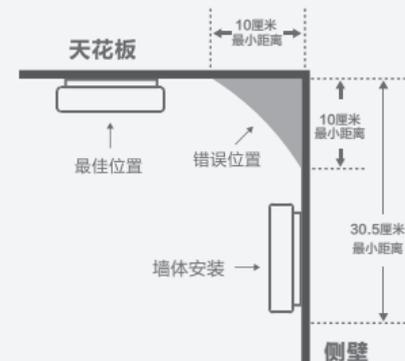
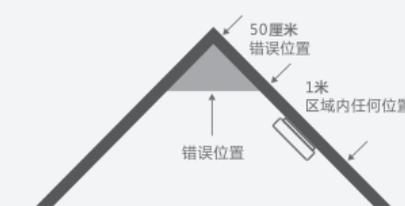

图2 安装位置
图3 安装位置
### 1 安装位置 (见图2、图3)
- ✓ | **水平天花板下:** 探测器应安装于中心位置且50厘米内不能有遮挡物。如果无法安装于中心位置, 那么离墙壁、梁边的水平距离, 不应小于10厘米(见图2)。
**倾斜天花板下:** 探测器离最高点的距离不小于50厘米(见图3)。
当墙壁或天花板是倾斜的时候, 安装点需在距离最高处50厘米以上(参见图3)